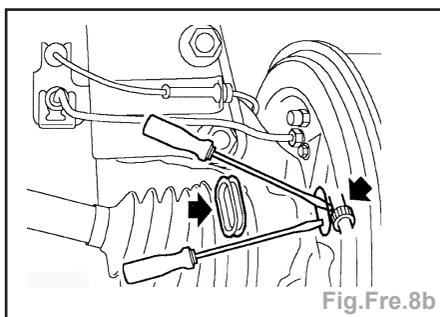

Fig.Fre.8b
- mécanisme de rattrapage de jeu pour augmenter le jeu entre le segment et le tambour (Fig.Fre.8b) (10/2000 → I),